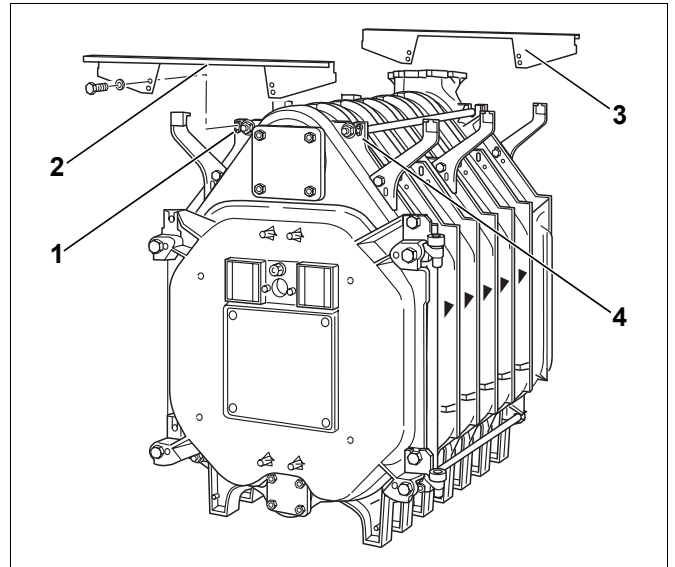

Bild 37 Quertraversen montieren
- Die Quertraverse oben vorne (Bild 37, **Pos. 2**) auf den Gussnocken (Bild 37, **Pos. 1 und 4**) fixieren und mit Sechskantschrauben (M8 × 16) handfest anschrauben. Die Abkantung der vorderen Traverse muss nach vorne zeigen.
- Die Quertraverse oben hinten (Bild 37, **Pos. 3**) auf den Gussnocken fixieren und mit Sechskantschrauben (M8 × 16) befestigen. Die Abkantung der hinteren Traverse muss nach hinten zeigen.